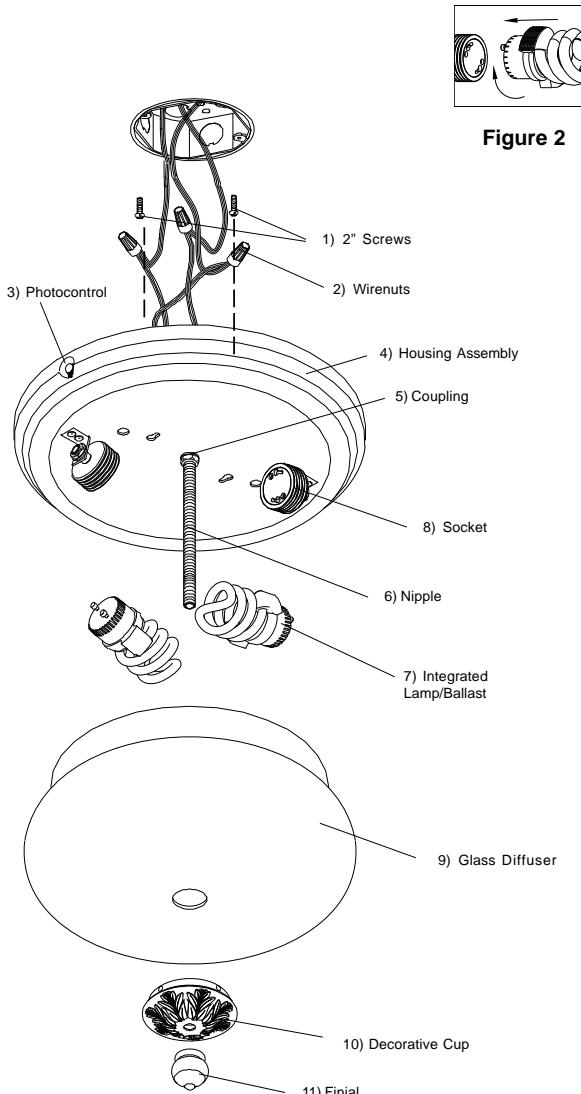

Figure 1
- Utiliser des capuchons de connexion (2)** pour connecter le fil noir de l'appareil au fil noir de l'alimentation et le fil blanc de l'appareil au fil blanc de l'alimentation.
Pour installer le luminaire à ballast intégré (7) insérer les broches dans chaque douille (8) et tourner en sens horaire jusqu'à ce que la lampe soit fixée solidement. Voir Fig. 1.
Pour soulever le diffuseur en verre (9) jusqu'au bloc boîtier et aligner le bloc d'alignement du diffuseur avec la tige filetée(6). Fixer à l'aide de la coupe décorative (10) et du faiteau (11). Voir la Fig. 1.
2. **Fixture Assembly:** Thread Nipple with Hex nut (6) into Coupling (5), in center of Housing Assembly (4). See Fig. 1.
8. Lift Glass Diffuser (9) up below Housing Assembly and align hole in Glass Diffuser with Nipple (6). Secure Glass Diffuser with Decorative Cup (10) and Finial (11). See Fig. 1.
8. Levante el Difusor de Cristal (9) debajo del Ensamblaje de la Carcasa y alinee el ensamblaje de Difusor con Entrerroscas (6). Asegure con la Copia Decorativa (10) y Finial (11). Vea Fig. 1.